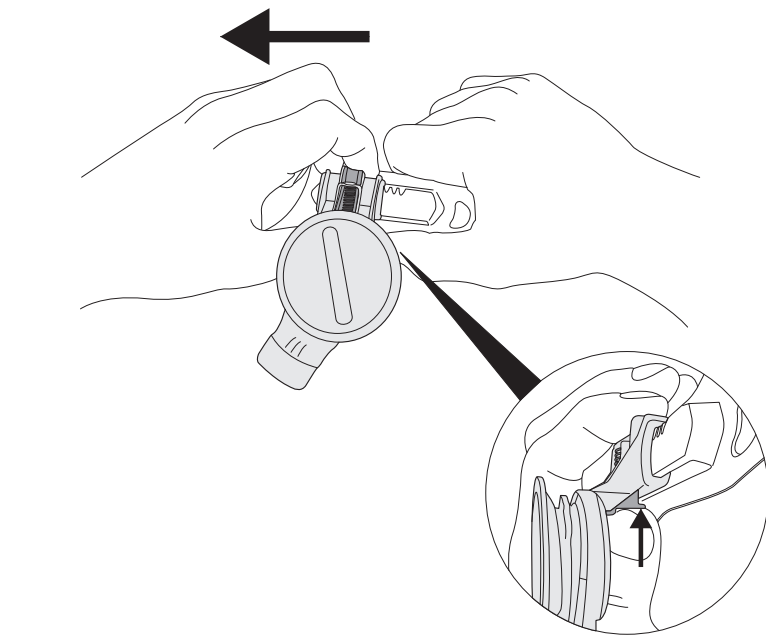

Fig. 15a
- Después de quitar la suspensión del casco (consulte **Cómo ponerse y ajustarse el casco para soldar, n.º 3**) presione hacia arriba el botón de bloqueo deslizante gris, deslice el mecanismo de pivote hacia la parte posterior (hacia la perilla de ajuste del casco) del riel deslizante y, con el pulgar, empújelo para sacarlo de la corredera. Esta acción requerirá algo de fuerza (Fig. 15a).